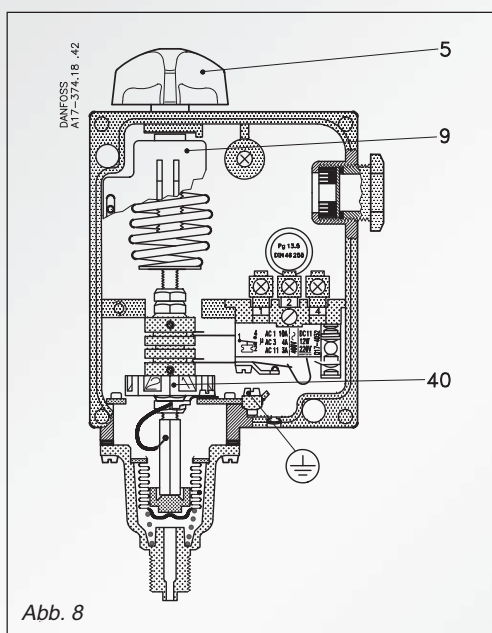
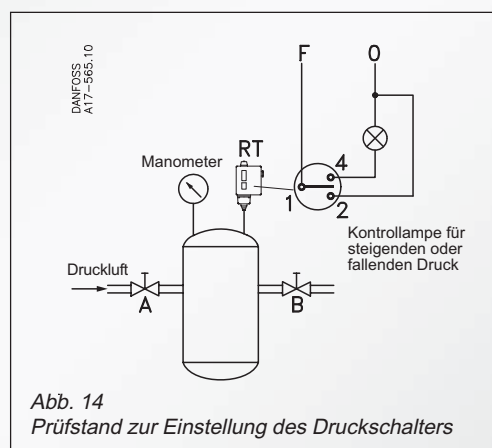

Abb. 8
Abb. 14
Der Bereich wird mit dem Einstellknopf (5) Abb. 8 unter gleichzeitigem Ablesen der Hauptskala (9) eingestellt. Der eingestellte Druck ist der Ausschaltdruck für den Kontakt 1-4 (siehe Abb. 13).
RT 200L wird mittels des Einstellknopfes (5) Abb. 8, Seite 11 auf 3,5 bar (35 m WS) minus der festen Differenz von 0,2 bar eingestellt.
Die Neutralzone $35 - 32 = 3$ m WS entsprechend 0,3 bar wird mittels der Neutralzonenrolle (40) Abb. 8 Seite 11 eingestellt. Dem Diagramm in Abb. 12 entsprechend wird die Rolle auf die Ziffer 1 eingestellt. Eine genaue Einstellung lässt sich durch die Verwendung des Prüfstandes in Abb. 14 erreichen.